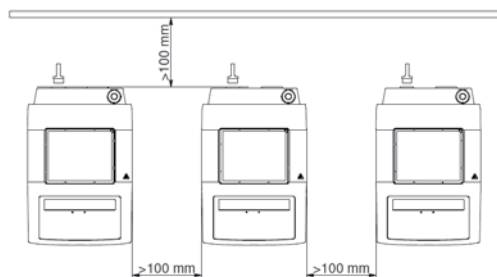

Fig. 2
- Respectez les écarts minimum entre les appareils, entre l'appareil et le mur et au-dessus de la structure (800 mm au moins), voir fig. 2.